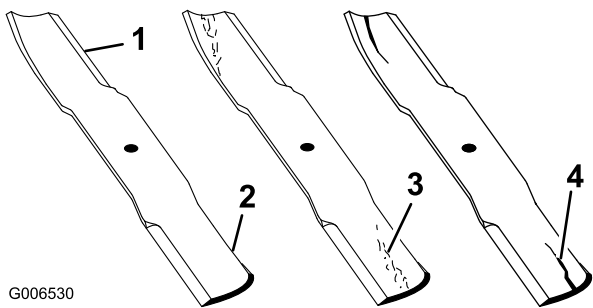

図 28
- ブレードの切っ先を注意深く観察、特に、直線部と曲線部が交わる部分をよく観察する（図 28）。この、直線部と曲線部の交差域は、砂などによる磨耗が進みやすい部分なので、機械を使用するまえによく点検することが必要。磨耗が大きい場合には（図 28）危険であるから交換する；「ブレードの取り外し」を参照。
ブレードの磨耗を放置すると、ブレードのセール部と平坦部との間に割れ目が発生する（図 28）。この割れ目が拡大すると、最終的にはブレードがちぎれてハウジングの下から飛び出し、これがオペレータや周囲の人に重大な人身事故となる。